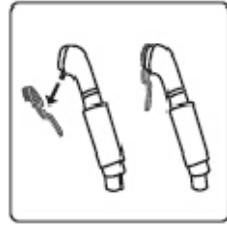

fig.26
- Introduzca con suavidad la parte baja de la cabeza de difusión en el orificio del cepillo y pinza previsto para ello. Empújela hasta el final para que quede bien fijada. (fig.26)